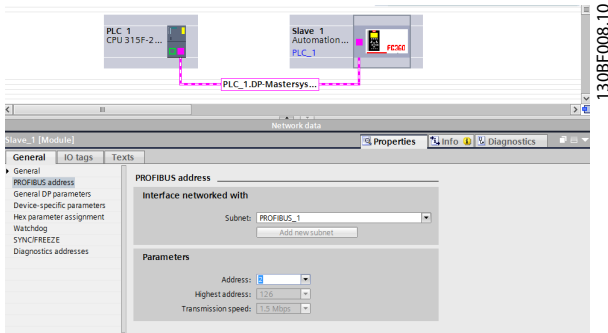

Рисунок 3.6 Выбор адреса
- Откроется окно адреса для FC 360. Выберите адрес из раскрывающегося списка. Убедитесь, что установленный адрес соответствует предыдущей настройке адреса в параметр 9-18 Адрес узла. См. Рисунок 3.6.